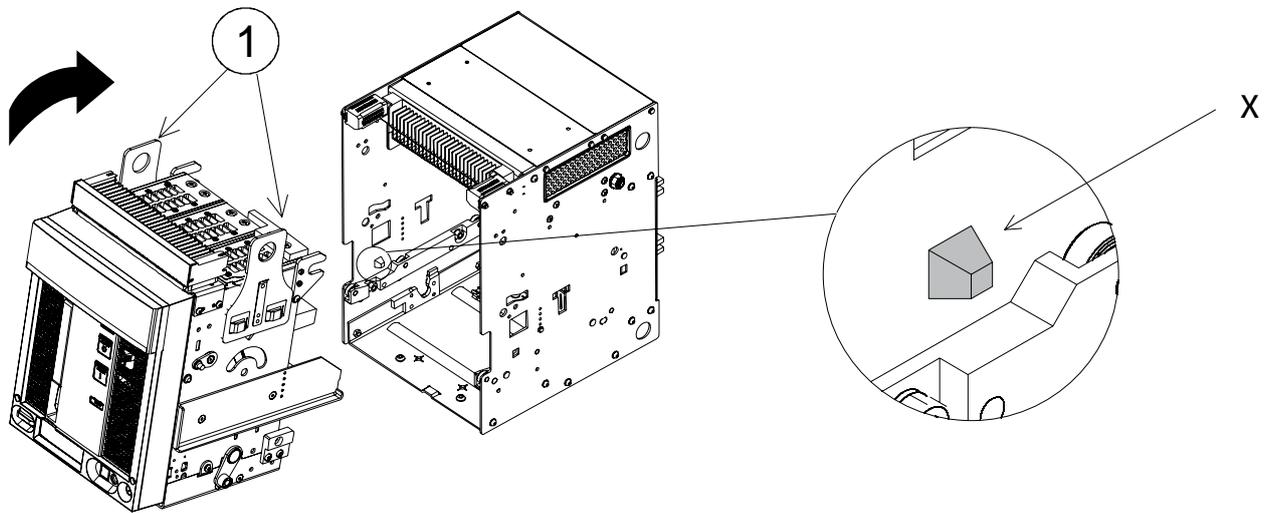

Fig. 9
Sollevarla la parte mobile e inserirla nelle guide della parte fissa inclinandola come indicato in fig. 9.
Lift the moving part and fit it into the guides of the fixed part, tilting it as shown in fig. 9. The circuit-breakers should be lifted by lift truck. Use of ropes is, however, permitted.
Den beweglichen Teil und in die Führungen des festen Teils einschieben, indem er wie in Abb. 9 gezeigt geneigt wird. Die Leistungsschalter sind vorzugsweise mit einem besonderen Gabelstapler zu heben. Die Verwendung von Seilen ist ebenfalls zulässig. Soulever la partie mobile et
l'introduire dans les glissières de la partie fixe, en l'inclinant comme indiqué dans la figure 9. Les disjoncteurs doivent être soulevés de préférence avec un chariot élévateur adéquat. L'emploi d'élingues-câbles est toutefois autorisé.
Elevar la parte móvil e insertarla en las guías de la parte fija, inclinándola como se indica en la fig. 9. Efectuar la elevación de los interruptores en lo posible con una carretilla elevadora idónea. Está permitido de todos modos el uso de cuerdas.
Il kit di retrofitting direct replacement (fig. 9) è corredato di apposite spalle (1) per il sollevamento.
The Direct Replacement retrofitting kit (fig. 9) has supports (1) allowing it to be lifted.
Der Nachrüstsatz «direct replacement» (Abb. 9) verfügt über geeignete Schultern (1) zum Heben.
Le kit de mise à niveau «retrofitting direct replacement» (fig. 9) est doté d'épaulles spéciales (1) de levage.
El kit de retrofitting direct replacement (fig. 9) está provisto de específicos apoyos (1) para la elevación.